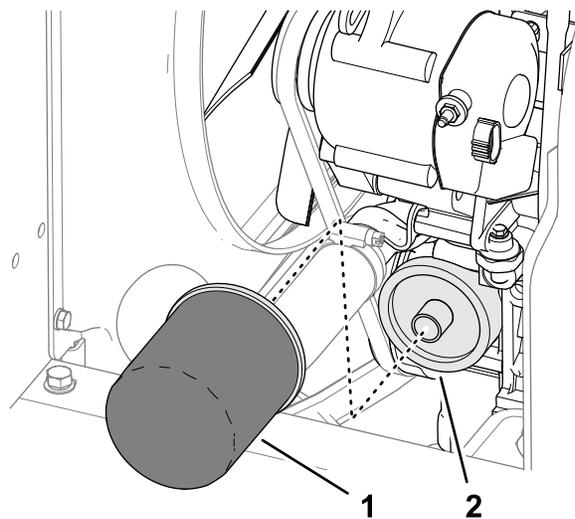

Figure 67
5. Déposez le filtre à huile (Figure 67).